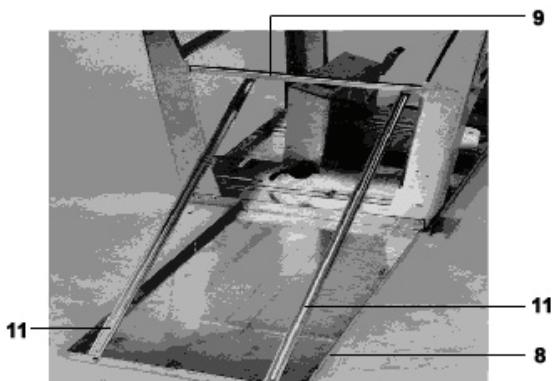

Abb. 7
- Die Teile 8 und 9 müssen mit Teil 11 verbunden werden (siehe Abb. 7). Vier M6x16 Sechskantschrauben, vier M6 Unterlegscheiben und vier M6 Muttern werden dazu benötigt. Die Schrauben dürfen nicht zu fest gezogen werden.